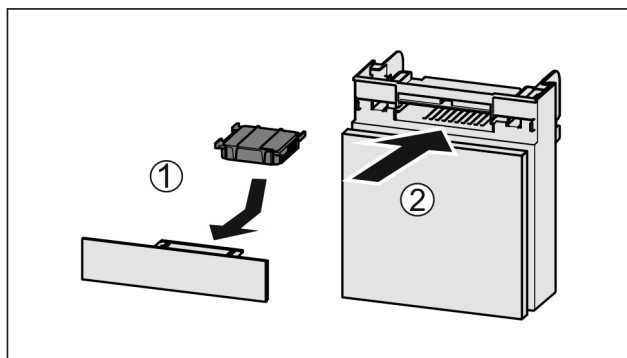

Fig. 100
- Filtr s aktivním uhlím vložte podle vyobrazení Fig. 100 (1).
- Zásuvku zasuňte Fig. 100 (2).